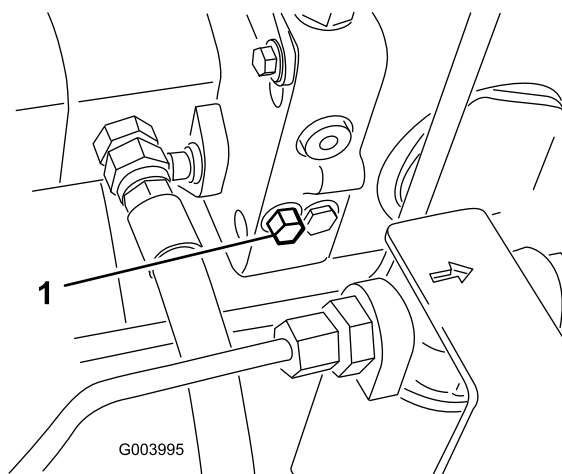

Figura 55
1. La válvula de desvío está situada en el lado izquierdo del hidrostato (Figura 55). Gire el perno una vuelta y media para abrirla y dejar pasar el aceite internamente. Puesto que el aceite se desvía, la máquina puede ser movida lentamente sin dañar la transmisión.